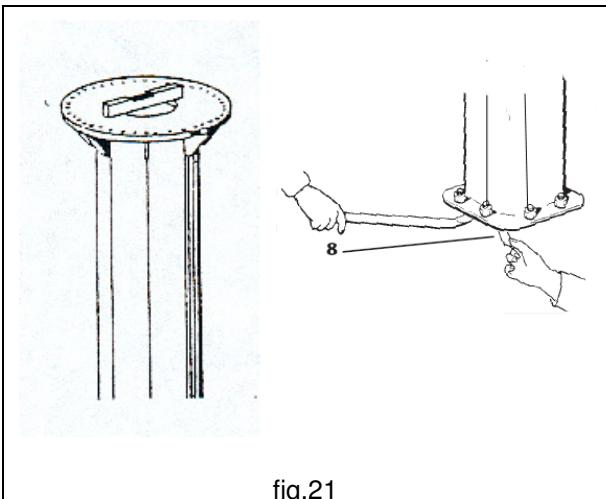

fig.21
5. Verificare la verticalità dell'asse di rotazione utilizzando per questa operazione una livella che dovrà essere appoggiata sulla flangia di appoggio della ralla di rotazione oppure, quando già montata sulla colonna, sulla ralla stessa per verificarne la perfetta planarità orizzontale. La perfetta messa a piombo della colonna si ottiene spessorando **8** opportunamente la piastra di base.(fig.21)